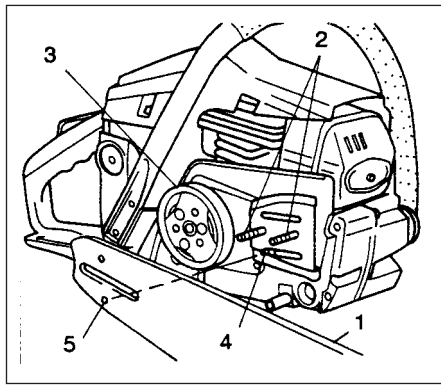

Fig.1-1
1. Demontera sidokåpan genom att skruva ut två av styrningsstångens spännmuttrar och montera svärd (1) på bultarna (2), och tryck sedan svärd mot drevet (3) så långt det går. Kontrollera att tappan för kedjespännarens justeringsbult (4) passas in i hålet i svärdet (5). (Fig. 1-1)